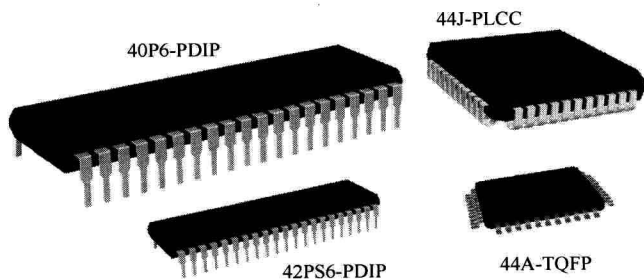

图 1-2-4 89S51 的封装
③ 89S51 的封装，如图 1-2-4 所示。
89S51 的外部引脚随封装不同而有所不同。从图 1-2-4 可以看到, 外部引脚有 40、42、44 3 种。实际使用的只有 40 个引脚。本教材中均以 40 引脚的 40P6 - PDIP 封装为例介绍 89S51 的使用方法。